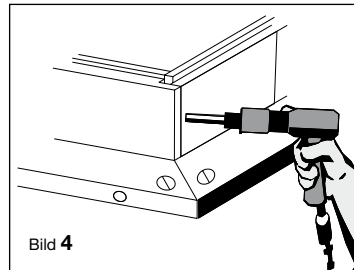

Bild 4
4. Futterteil vorbohren, Futter auf den Zierverkleidungsseiten ausrichten und verschrauben (siehe Bild 4).